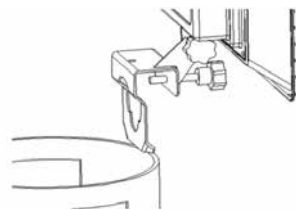

Figura 2
- Monte el soporte del calefactor sobre la bombona. (Consulte la Figura 2.)